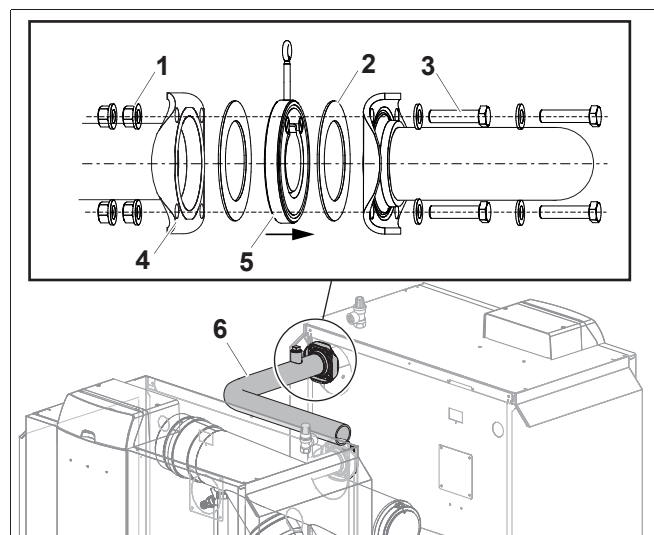

Рис. 5 Подключение подающей линии к первому котлу
- Обратный клапан (рис. 5, [5]) остается смонтированным на подающей линии в соответствии с направлением потока.
- Установите уплотнение (рис. 5, [2]) на обратный клапан.
- Соедините фланец трубы подающей линии (рис. 5, [6]) с фланцем подающей линии на котле (рис. 5, [4]). четырьмя болтами (рис. 5, [3]) и гайками (рис. 5, [1]).